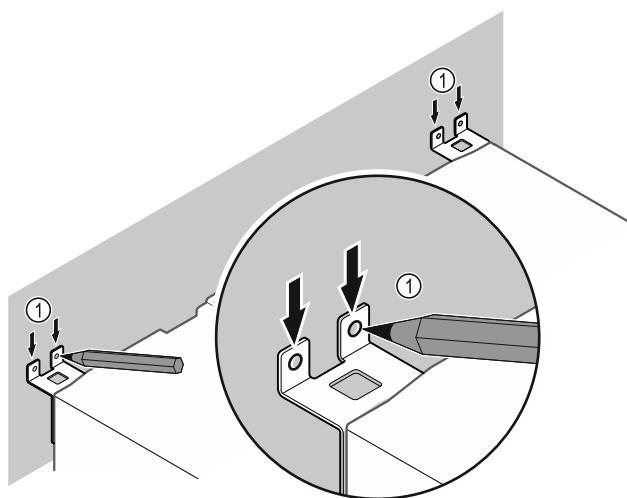

Fig. 9
- ▶ Anbring markeringerne på væggen Fig. 9 (1).